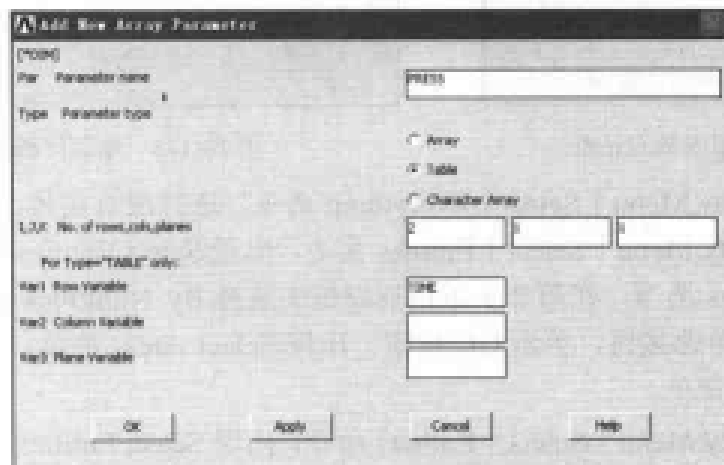

图 13-173 添加数组参数对话框
(6) 选择 Utility Menu | Select | Entities 命令, 出现 Select Entities 对话框, 在第 1 个下拉列表框中选择 Lines 选项, 在第 2 个下拉列表框中选择 By Num/Pick 选项, 在第 3 个选项组中选中 From Full 单选按钮, 单击 OK 按钮, 出现 Select Lines 菜单, 在文本框中输入 7, 单击 OK 按钮关闭该菜单。
(7) 选择 Utility Menu | Select | Entities 命令, 出现 Select Entities 对话框, 在第 1 个下拉列表框中选择 Nodes 选项, 在第 2 个下拉列表框中选择 Attached to 选项, 在第 3 个选项组中选中 Lines,all 单选按钮, 在第 4 个选项组中选择 From Full, 单击 OK 按钮关闭该对话框。
(8) 选择 Utility Menu | Parameters | Array Parameters | Define/Edit 命令, 出现 Array Parameters 对话框, 单击 Add 按钮, 出现 Add New Array Parameter 对话框, 在 Par Parameter name 文本框中输入 PRESS, 在 Type Parameter type 选项组中选中 Table 单选按钮, 在 Var1 Row Variable 文本框中输入 TIME, 其余选项采用默认设置, 如图 13-173 所示, 单击 OK 按钮关闭该对话框, 单击 Close 按钮关闭 Add New Array Parameter 对话框。